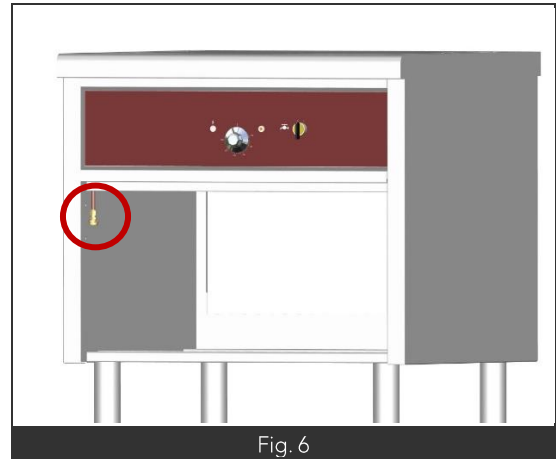

Fig. 6
- Le raccordement de votre flexible à eau se fait par le raccord situé sous votre plancha ou pour celle équipée dans le placard de la plancha. (Fig6)